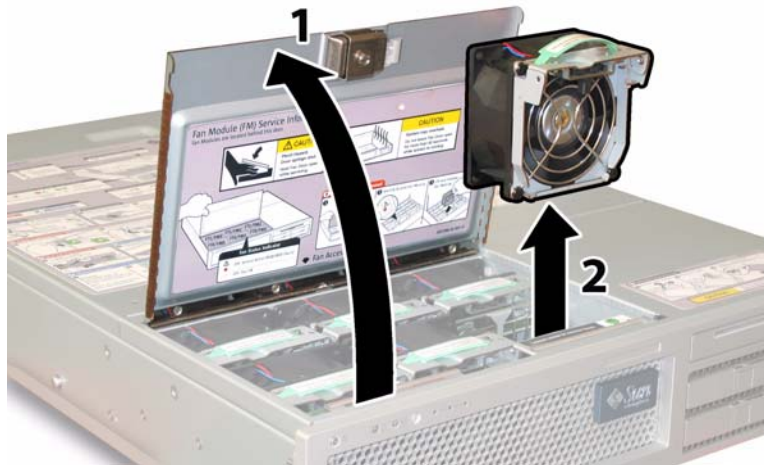

图 4-18 打开风扇托架门并拆卸风扇模块
3. 打开风扇托架门，并使其保持打开状态。请参见图 4-18。